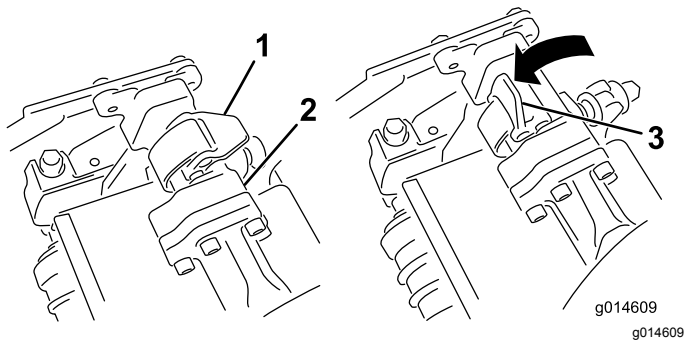
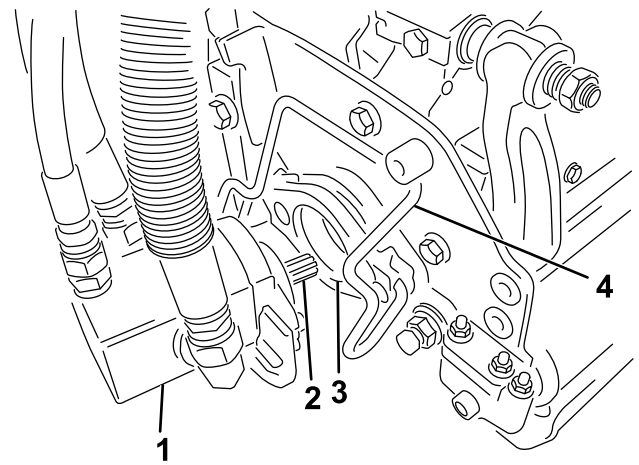

Figura 44
Figura 45
3. Con los enganches del brazo de suspensión orientados hacia arriba (es decir, abiertos (Figura 44), empuje hacia abajo el brazo de suspensión de modo que la barra encaje en la barra situada en la parte superior de la unidad de corte (Figura 45).
- Presione los enganches hacia abajo alrededor de la barra de la unidad de corte y bloquéelas (Figura 44).
4. Abra los enganches de la barra del brazo de suspensión de la unidad de corte que está retirando (Figura 44).